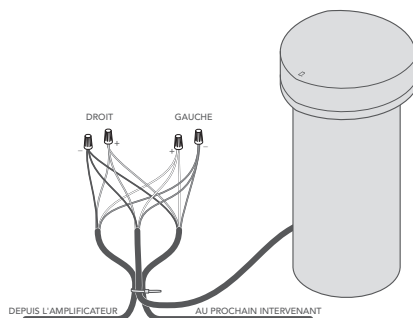

Figure 9
1. Comme pour l'installation de l'enceinte satellite, créez une boucle d'environ 250 mm (10po) de longueur, en tirant le fil du côté de la bobine. Laissez 380 à 400 mm (14 à 16 po) de câble supplémentaire afin que le câble ne se plie pas et ne se tiraille pas lorsqu'il est recouvert de terre dans la tranchée. Utilisez un collier de serrage pour maintenir la boucle de câble en place et créer un réducteur de tension (voir Figure 9).